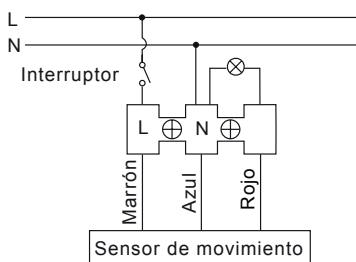
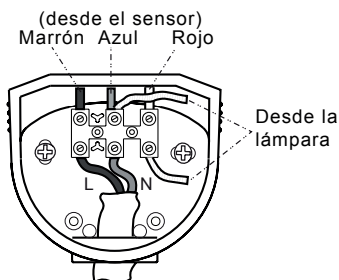
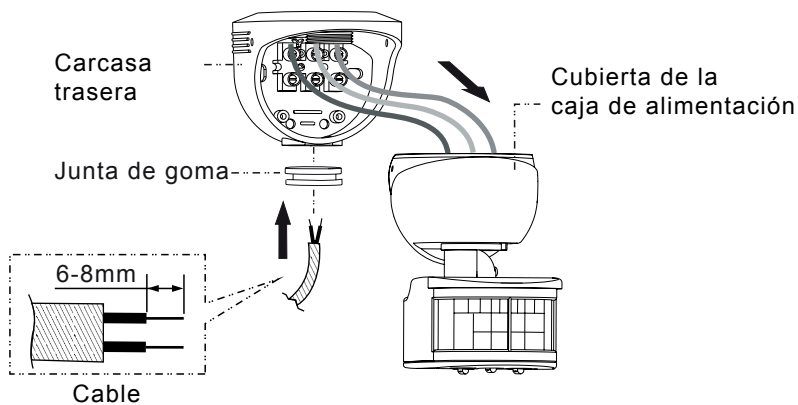

FIG.5
FIG.6
FIG.7
1. Separe el detector de la parte trasera de la carcasa y fíjela a la pared o al techo con los tornillos que se adjuntan en el embalaje. (Ver FIG.7 y FIG.8).
2. Introduzca los cables a través de la junta de goma y consulte el diagrama de cableado para realizar las conexiones. Asegúrese de dejar de 6mm a 8mm de cable sobresaliendo del instrumento. (Ver FIG. 5, FIG.6 y FIG.7).